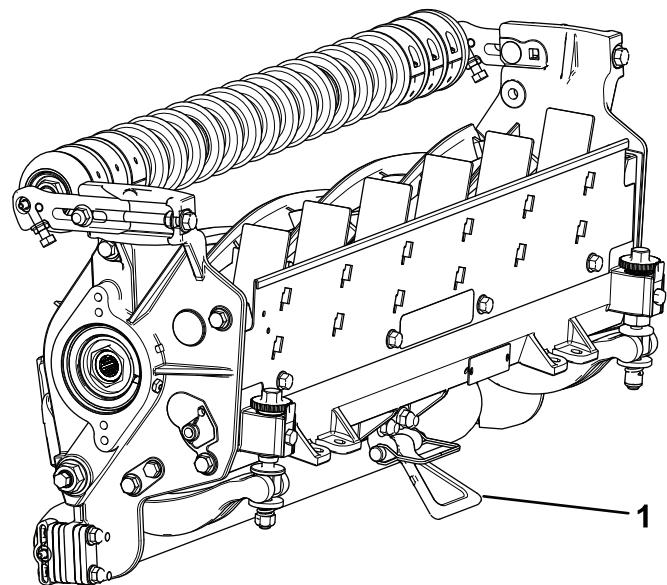

図 11
**重要** ユニットの背面についているベッドバー調整ねじのナットが床に当たっていないことを確認するキックスタンドを使用すること図11。